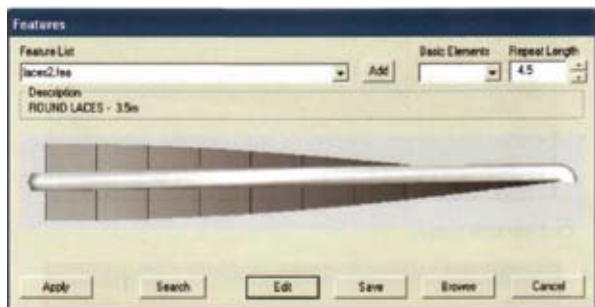

Рис. 84
- Нажмите кнопку **Apply** для применения изменений для швов (рис. 84).